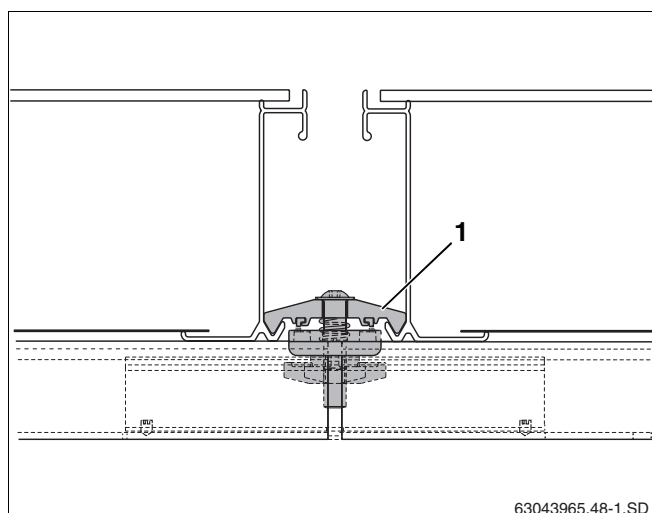

Fig. 51 Giunto di collegamento bilaterale tra due collettori
Il pressore (fig. 51, **pos. 1**) del giunto di collegamento fa ora presa sul bordo inferiore del collettore.